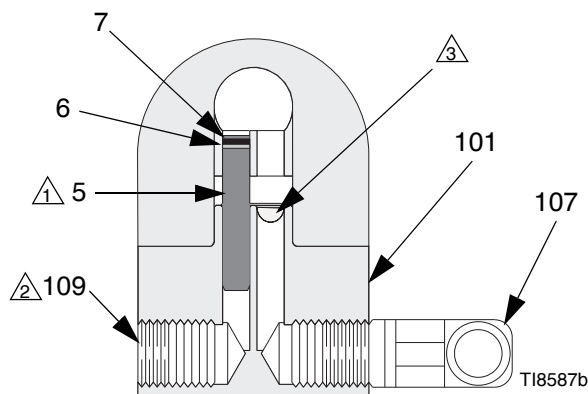

Рис. 1. Показана установка без циркуляции (вид в разрезе)
1. См. Рис. 1. Нанесите противозадирную смазку 222955 на резьбу и стыковочные поверхности коллектора (101), заглушки (109) и коленчатого патрубка (107), поставляемых в разобранном виде.
2. Вставьте коленчатый патрубок (107) в одно из отверстий жидкостного коллектора (101), а заглушку (109) – в другое.
3. Вставьте внутреннюю заглушку (5) в отверстие пистолета с той стороны, где находится заглушка коллектора.
4. Подсоедините шланг подачи жидкости к коленчатому патрубку коллектора (107).
5. Установите пистолет на коллекторе, используя четыре винта (17). Наживите все четыре винта и затяните сначала два передних, а затем два задних винта с моментом 7,3 Н•м (65 дюймофунтов).